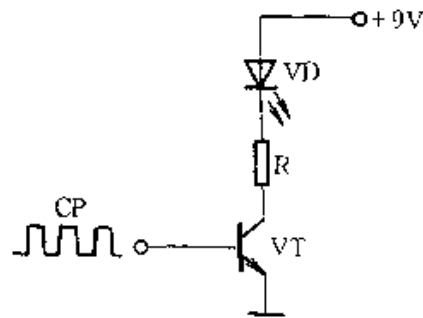

图 2-218
③ 晶体三极管具有开关作用。图 2-218 所示为驱动发光二极管的电子开关电路,开关管 VT 的基极由脉冲信号 CP 控制,当 CP = “1”时,VT 导通,发光二极管 VD 发光;当 CP = “0”时,VT 截止,发光二极管 VD 熄灭。R 为限流电阻。